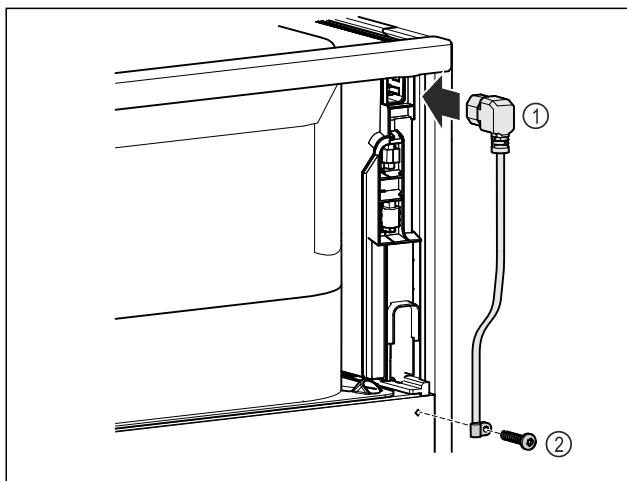

Fig. 75
- Kaltgerätebuchse der Netzanschlussleitung Fig. 75 (1) auf der Rückseite des Gerätes einstecken.
- Zugentlastung montieren. Fig. 75 (2)